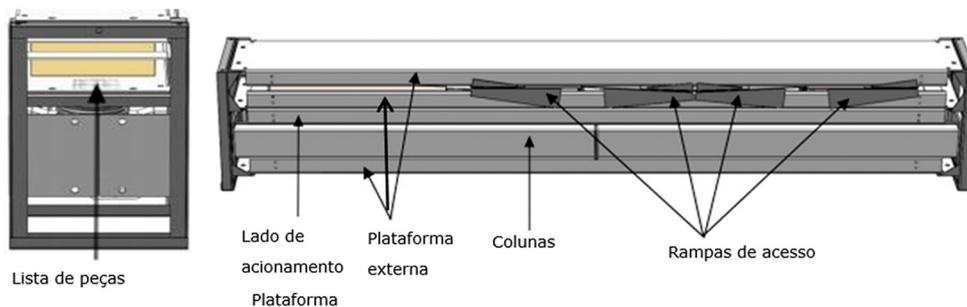

Fig. 9
2. Movimente o elevador com uma empilhadeira ou uma talha, desembale o elevador, retire a lista de materiais e verifique os componentes na embalagem de acordo com a lista (ver Fig. 9).